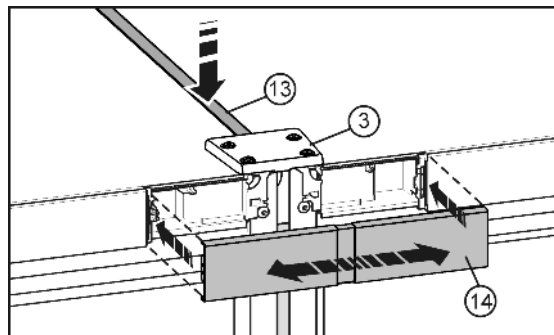

Fig. 10
- ▶ От горната страна, притиснете късата лайсна Fig. 10 (13) в процепа. Лайсната трябва да свършва на една линия със свързващата плоча Fig. 10 (3) на предния ръб.
- ▶ Фиксирайте капака Fig. 10 (14) върху все още откритото междинно пространство между двете обслужващи бленди. Обърнете внимание на това, външните страни на капака да свършват на една линия с обслужващите бленди. За тази цел капакът може да се изтегля.